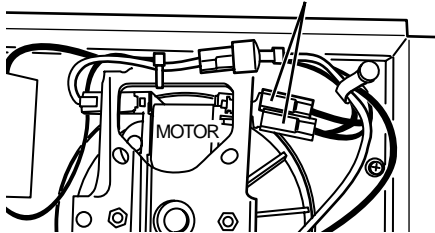

FIG. 11 - 120VAC TO 240VAC CONVERSION CONVERSIÓN DE 120VCA A 240VCA
2. 120 VAC to 240 VAC Conversion (FIGS. 11 & 12) (Factory-wired 120 VAC Models 170 and 174 ONLY) These heaters can be converted to operate on 240 VAC.
2. Conversión de 120 VCA a 240 VCA. (FIGS. 11 & 12) (SOLAMENTE Modelos 170 & 174 de 120 VCA cableados en fábrica).